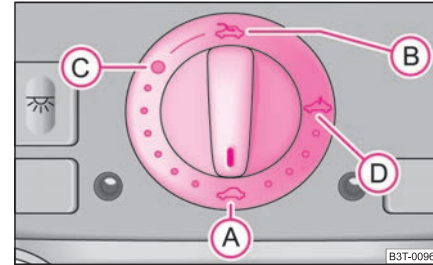

Abb. 38 Drehschalter für das elektrische Schiebe-/Ausstelldach
Das Schiebe-/Ausstelldach wird mit dem Drehschalter ⇒ Abb. 38 bedient und funktioniert nur bei eingeschalteter Zündung. Der Drehschalter hat mehrere Raststellungen.
- Drehen Sie den Schalter in Stellung **C** ⇒ Seite 51, Abb. 38.
- Drehen Sie den Schalter in Stellung **A** ⇒ Seite 51, Abb. 38.
Das Schiebe-/Ausstelldach ist mit einem Überlastungsschutz ausgestattet. Wenn ein Hindernis (z. B. Eis) das Schließen verhindert, stoppt das Schiebe-/Ausstelldach und öffnet vollständig. Das Schiebe-/Ausstelldach können Sie ohne Überlastungsschutz ganz schließen, wenn Sie den Schalter in Stellung **A** ⇒ Seite 51, Abb. 38 vorn so lange drücken, bis das Schiebe-/Ausstelldach vollständig geschlossen ist ⇒
Nach jeder Notbetätigung (mit Kurbel) muss das Schiebe-/Ausstelldach in die Grundstellung gebracht werden. Deshalb müssen Sie den Drehschalter in die Schalterstellung **A** ⇒ Seite 51, Abb. 38 etwa 10 Sekunden lang vorn drücken. ■